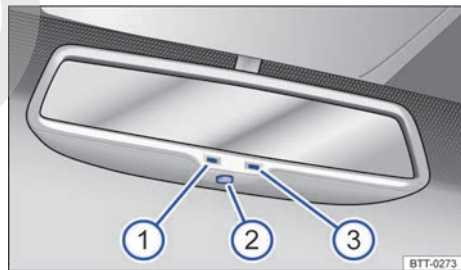

Fig. 75 En el parabrisas: espejo retrovisor interno antiencandilante automático.
Leyenda para ⇒ fig. 75:
- ① Luz de control.
- ② Interruptor.
- ③ Sensor para reconocer la incidencia de luz por atrás.
El antiencandilante automático puede conectarse y desconectarse con el interruptor en el espejo retrovisor interno ⇒ fig. 75 ②. Con el antiencandilante automático conectado, la luz de control ⇒ fig. 75 ① se enciende.
- Un sensor en el lado que indica hacia el interior del vehículo, que mide la incidencia de luz por atrás ⇒ fig. 75 ③.